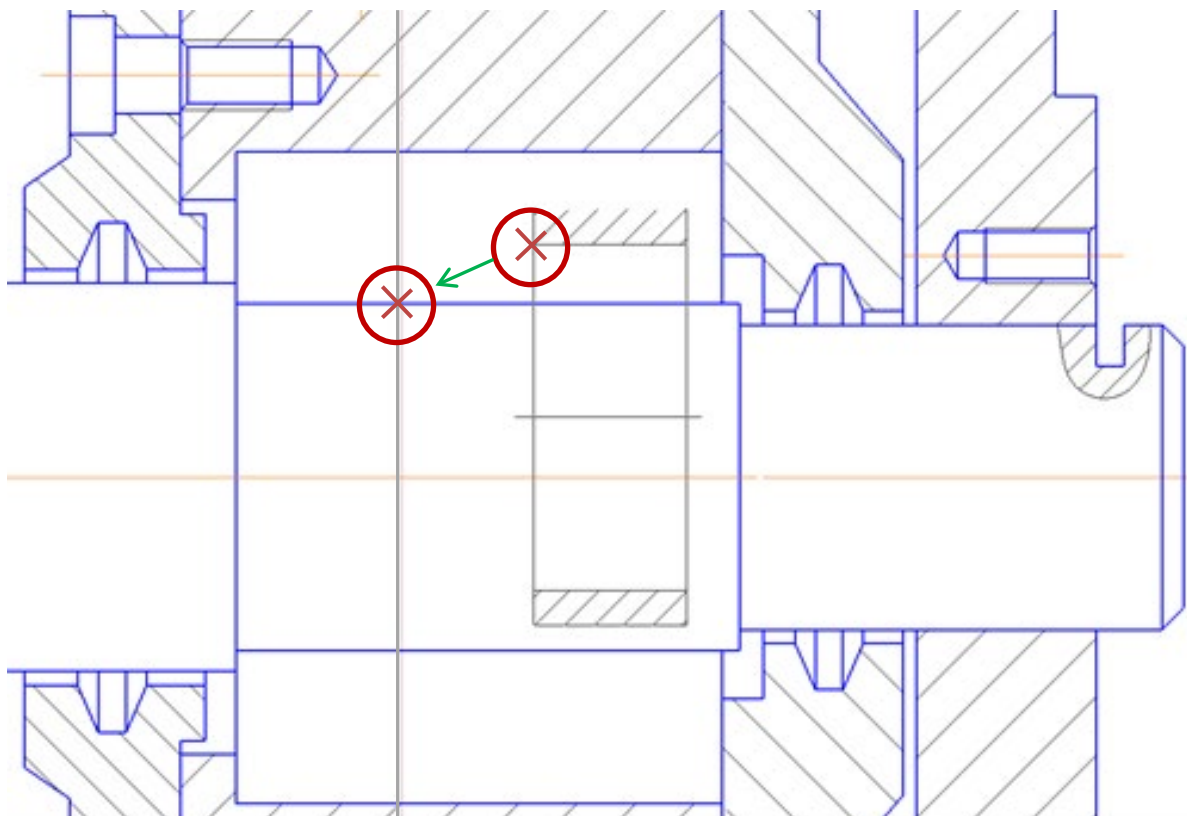

Рис. 4.25. Установка втулки
- Выберите базовую точку на оси, как показано на рис. 4.25, и щелкните ЛК мыши.